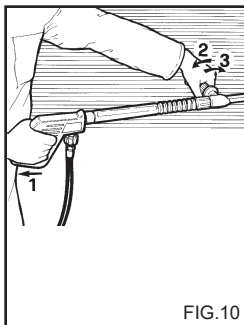

FIG.10
**USO DELLA LANCIA DOPPIA (fig. 10).**